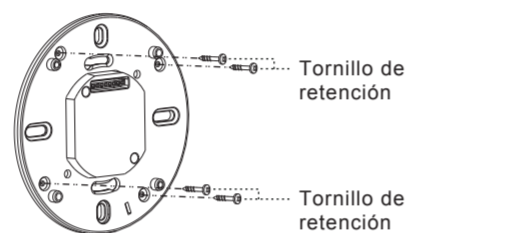

FIG. 16
4.4.3.4 Inserte 4 tornillos de retención en los correspondientes agujeros de la placa de fijación del detector, y dichos tornillos supondrán un seguro para las siguientes instalaciones (véase FIG. 16).